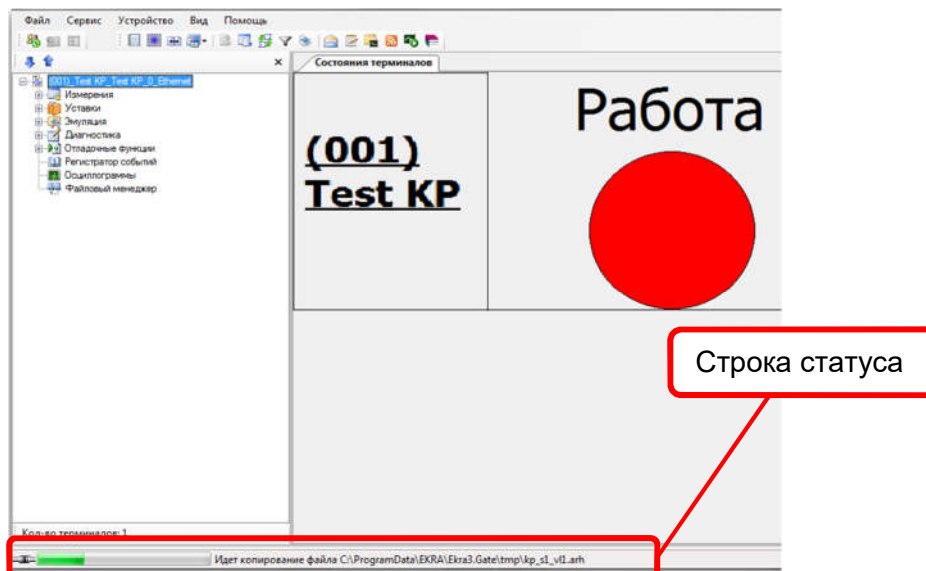

Рисунок 13 – Прогресс копирования файла
4.8 Прогресс копирования файла отображается в строке статуса (см. рисунок 13).